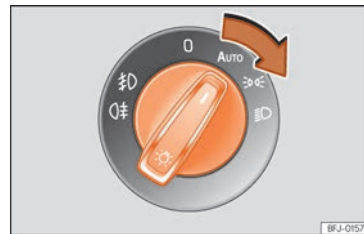

Abb. 96 Instrumententafel: Lichtschalter.
- Lichtschalter in die gewünschte Position drehen »» Abb. 96.